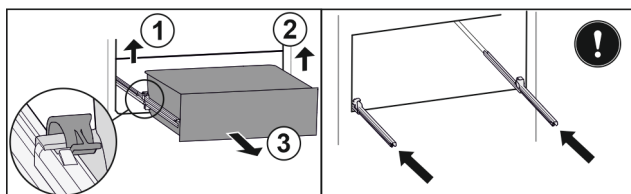

Fig. 73
- ▶ Zvedněte levou svorku a současně vytáhněte zásuvku vlevo dopředu. *Fig. 73 (1)*
- ▶ Zvedněte pravou svorku a současně vytáhněte zásuvku vpravo dopředu. *Fig. 73 (2)*
- ▶ Vyměňte zásuvku dopředu. Fig. 73 (3)